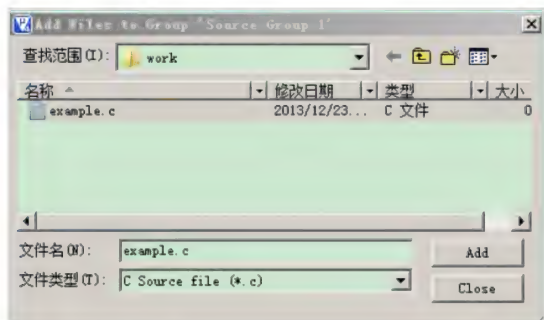

图 4.9 右键单击 Source Group 1 弹出的菜单
(4) 在弹出的快捷菜单中，选择 Add Files to Group ‘Source Group 1’选项，弹出如图 4.9 所示的对话框。选择所需的文件，单击“Add”按钮将其添加到项目中。通过“文件类型”下拉菜单，可以选择不同的文件类型，如.c 文件、.asm 文件等。如果要添加多个文件，可以不断添加。添加完毕后单击“关闭”按钮，关闭该对话框。本例中，将 test.c 文件添加到项目中了。